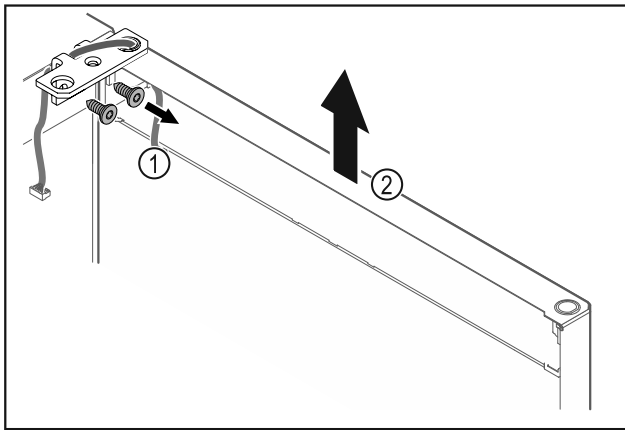

Fig. 19
- ▶ Відкрутити шарнірний кутик Fig. 19 (1).
- ▶ Дверцята з шарнірним кутиком Fig. 19 (2) приблизно на 200 мм прямо підняти вгору і зняти.